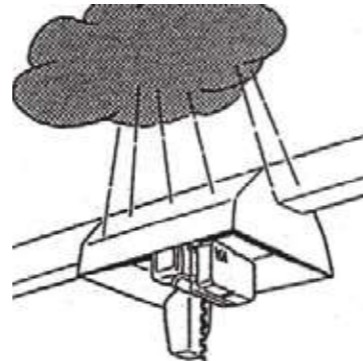

fig.26
7. Nel caso il paranco sia installato all'aperto, si deve provvedere ad allestire una tettoia per ripararlo dagli agenti atmosferici (sole, pioggia battente, neve ...). (fig.26)